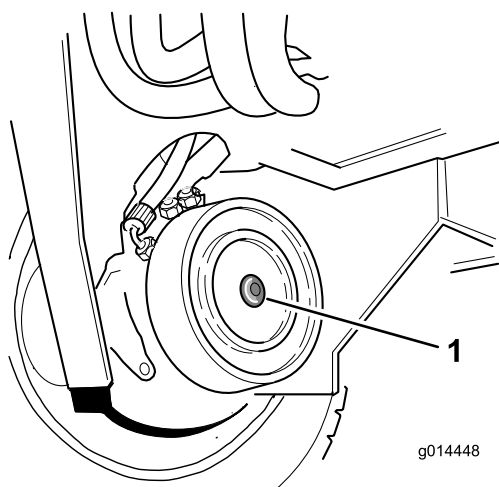

Figura 61
5. Serrate la vite di arresto nel foro filettato del pistone del freno fino a sbloccare il freno (Figura 61).